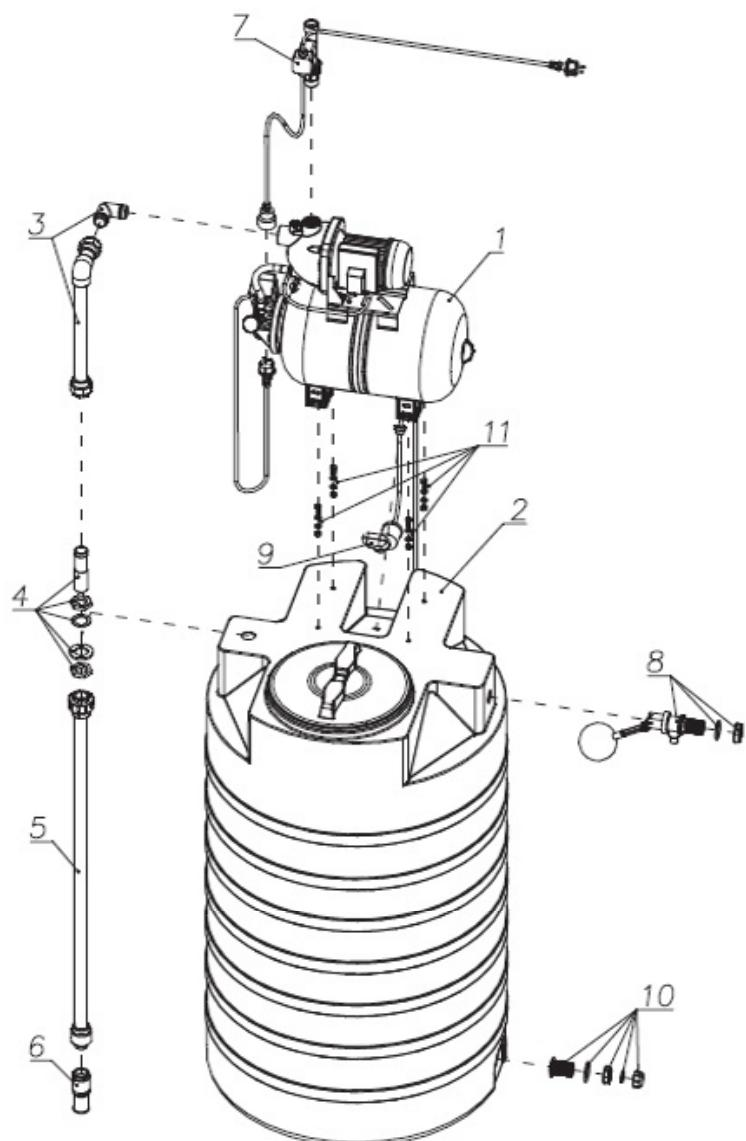

Рис. 3
3.11 Комплект крепежных элементов для соединения АНС с баком (поз.11 рис.3) - 1 комп. (болты M8x20 -4шт., гайки M8-4шт., шайба 8 - 8шт. шайба пружинная 8)
4 СБОРКА ОБОРУДОВАНИЯ (рисунок 3)
4.1.1 Из бака объемом 500 л (поз.2 рис.3) выкручивается верхняя резьбовая крышка горловины.